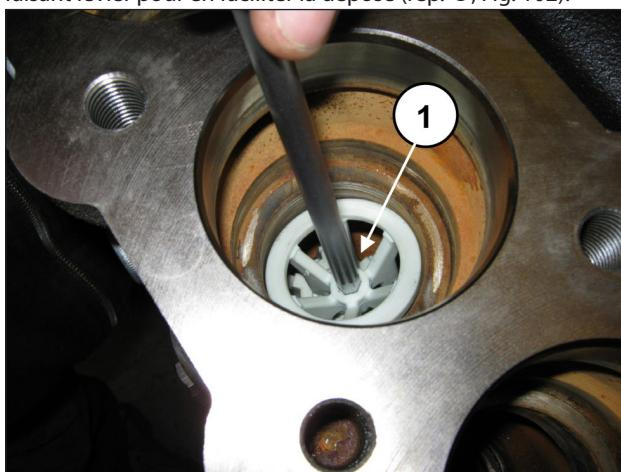

Fig. 102
Extraire l'entretoise du guide de soupape en insérant une clé hexagonale de 8 mm dans le logement prévu à cet effet et en faisant levier pour en faciliter la dépose (rep. ①, Fig. 102).